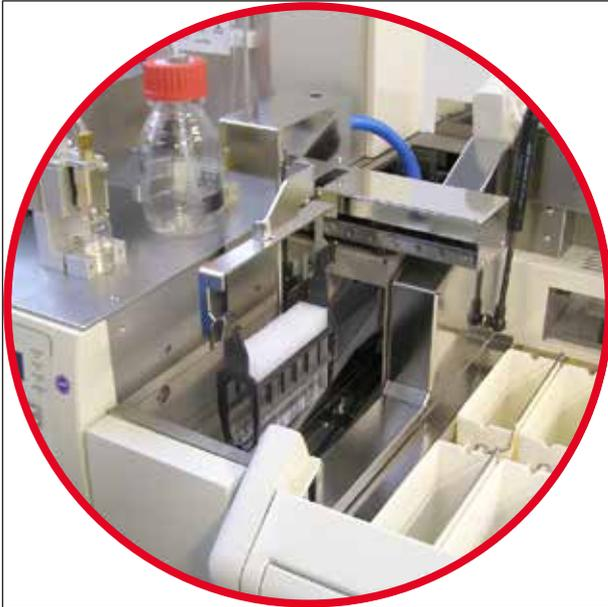

Abb. 55
- Den Transferarm auf Verschmutzung prüfen und bei Bedarf vorsichtig mit einem fusselfreien, mit kompatibelem Lösungsmittel getränkten Tuch reinigen (→ Abb. 55).